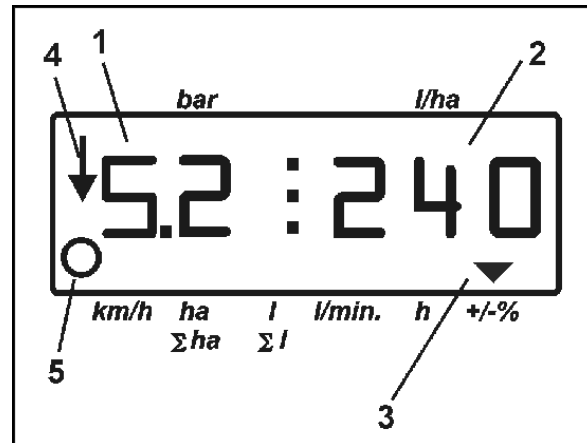

图 13
- 在喷洒期间将显示作业显示器。图 13/...
- 喷洒压力 (1)
- 当前耗用量 (2)
- 机器在作业位置 (4)